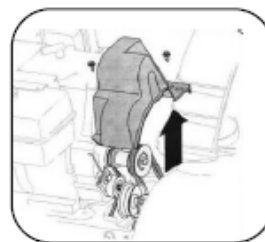

Figure 14
1. Retirez le couvercle de courroie à l'avant du moteur en retirant les deux vis autotaraudeuses. Voir la figure 14.